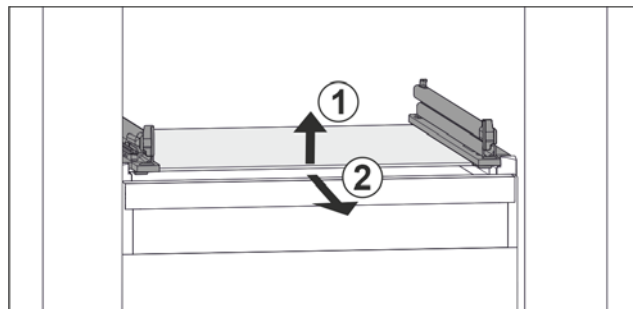

Fig. 137 Примерное отображение стеклнной пластины
- Приподнимите стеклнную пластину спереди. Fig. 137 (1)
- Извлеките стеклнную пластину движением вперед. Fig. 137 (2)